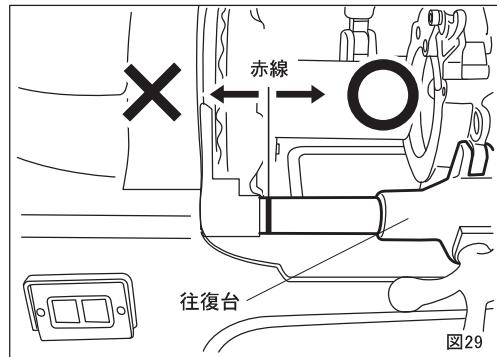

図29
- ・ねじ切りは往復台を受パイプの赤線の右側（手前の位置）から始めてください。事故や破損の原因となります。（図29）